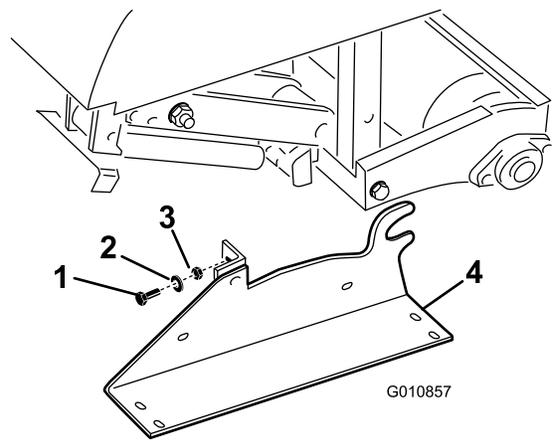

图32
2. 卸下将存放架固定到打孔机两端的螺栓、锁紧垫圈和螺母（图32）。